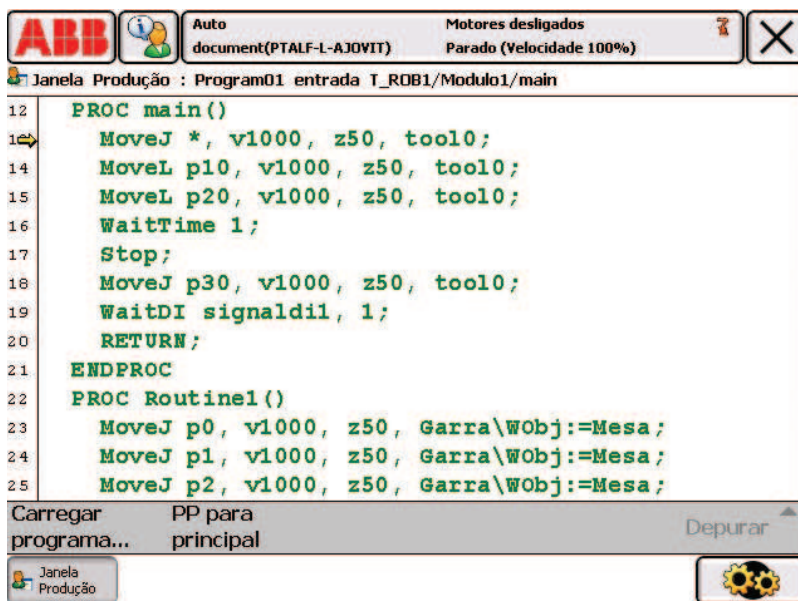

Figura 47 - Janela de produção.
- Aparece uma janela para confirmação de mudança para o modo Automático. Pressione OK. Aparecerá então a Janela de produção (ver Figura 47).